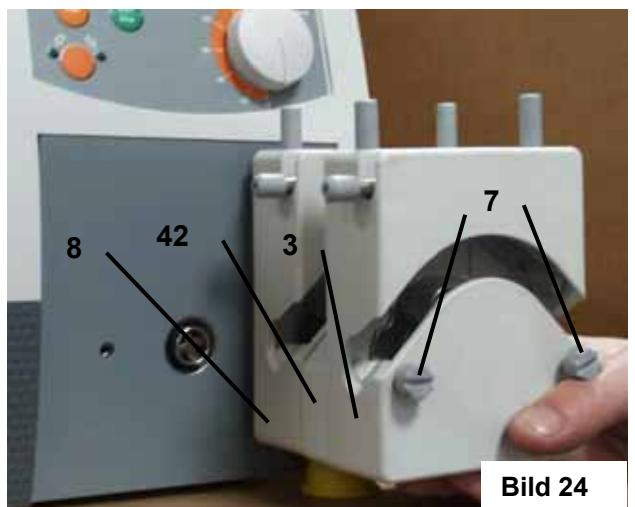

Bild 24
2.2. SP quick d (2 Pumpenköpfe SP quick hintereinander) (Bild 24,23,22)